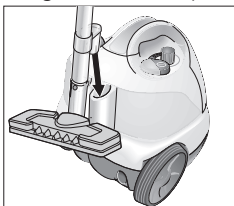

Fig. 8: Parkeringsposition
- Ved en kort afbrydelse i arbejdet kan forlængerrøret stilles i parkeringsposition (se fig. 8).